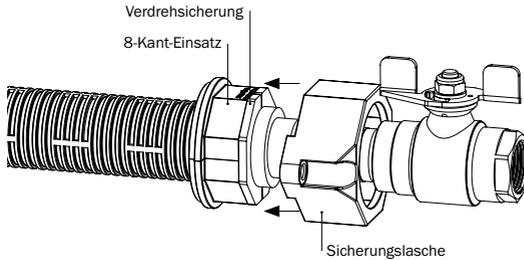

Abbildung 5.6: Sicherungsglasche über Verdrehsicherung und 8-Kant-Einsatz schieben
- Die Sicherungsglasche bis zum Anschlag über die Verdrehsicherung und den 8-Kant-Einsatz schieben (s. Abbildung 5.6).